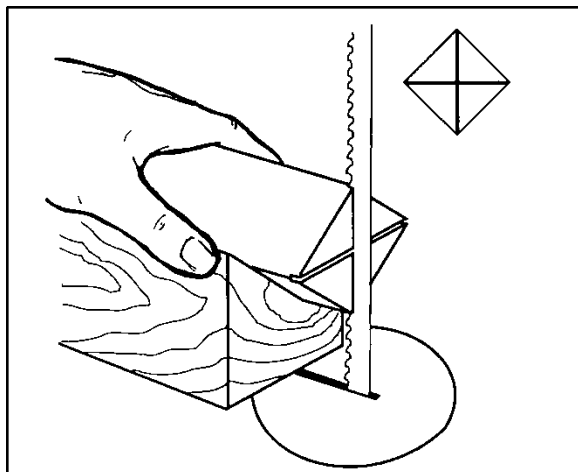

Рис. 10-3
2. Для заготовок из дерева особо твердых пород может возникнуть необходимость сделать пропилы на конце заготовки со стороны установки поводкового патрона или вращающегося центра с помощью ленточной пилы (Рис. 10-3).